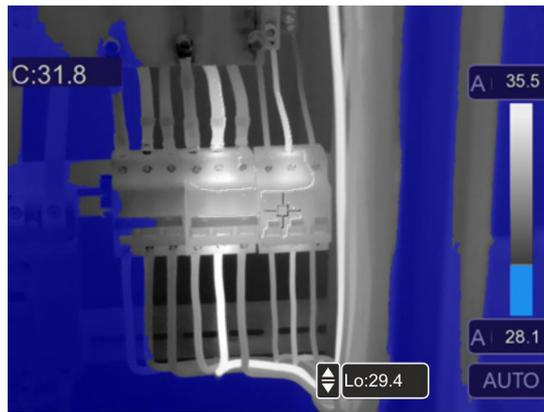

Fig. 41: Selezione isoterma Allarme sotto Temp.
7. Clique em "Lo" na parte inferior do ecrã nas teclas ▲ ou ▼ para definir o valor do limite mínimo de temperatura abaixo do qual o equipamento mostra os pontos da imagem em azul e os pontos restantes em cinzento (ver Fig. 41)